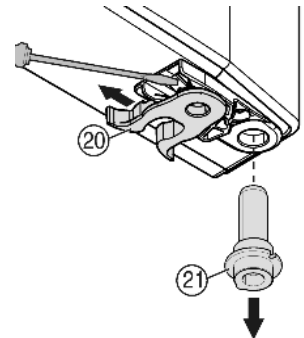

Fig. 9
- ▶ Spostare il morsetto a molla Fig. 9 (20): Premere verso il basso il dentino antisfilamento, estrarre il morsetto a molla tirando verso l'alto.
- ▶ Estrarre il perno di supporto Fig. 9 (21) dalla boccia porta e inserire con il disco nella parte opposta. Il dentino antisfilamento deve essere rivolto verso il lato interno della porta, la tacca verso il lato esterno.
- ▶ Orientare la porta in basso verso l'interno e inserire il perno di supporto Fig. 9 (21) nel blocco di supporto. Eventualmente ruotare il perno di supporto, in modo che possa innestarsi in posizione.